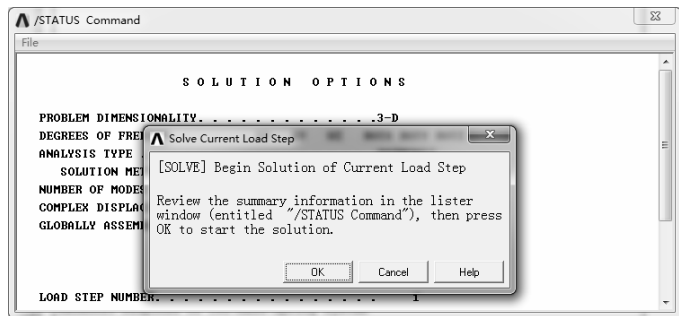

图 7-158 求解信息窗口
1) 选择“Main Menu>Solution>Solve>Current LS”命令，弹出图 7-158 所示的求解信息窗口，其中“/STATUS Command”窗口显示所计算模型的求解信息和载荷步信息。